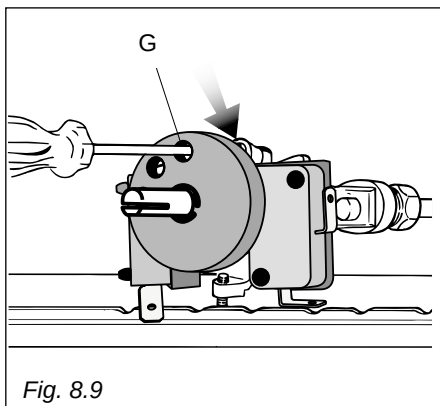

Fig. 8.9
- enlever la manette et avec un tourne-vis "G" dévisser d'environ 3 tours la vis bypass (Fig. 8.9), en passant à travers l'ouverture du tableau de bord;
- après avoir enlevé la manette à nouveau en veillant à ne pas faire tourner la tige du robinet, fermer doucement la vis bypass "G" (Fig. 8.9) jusqu'à l'obtention d'une flamme de 3-4 mm de long.